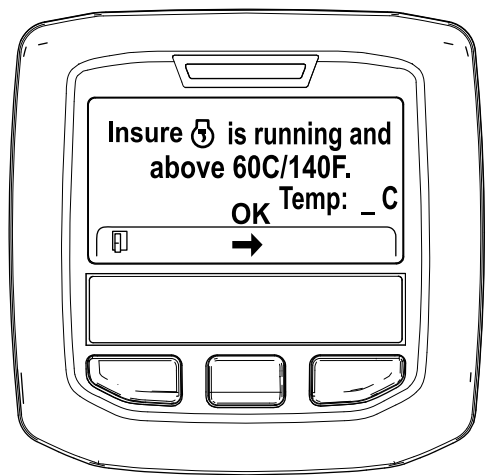

図 29
5. 冷却液の温度が 60°C (140°F) 未満の場合には、Insure is running and above 60C/140F” エンジン作動と冷却水を確認と表示される 図 29。